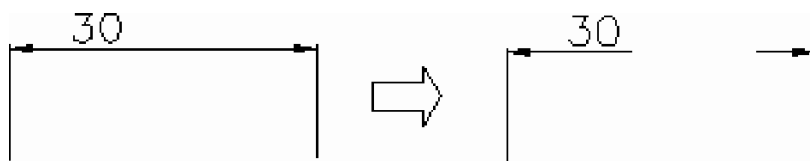

Fig. 6.71 Întreruperea liniei de cotă
- Întreruperea liniei de cotă – vezi Fig. 6.71.